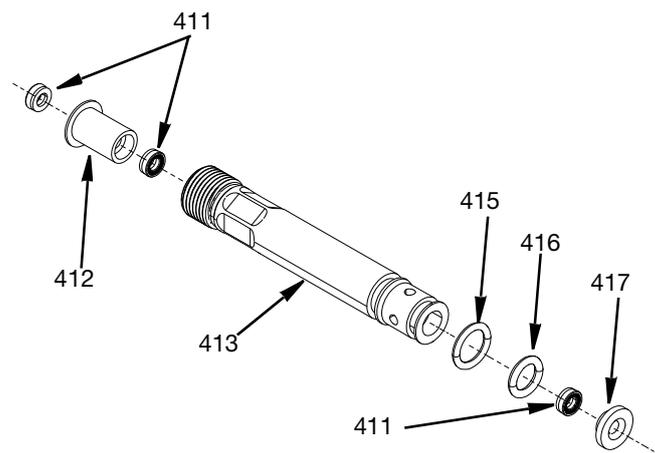

FIG. 30
- Installare gli O-ring (415) e (416) sulla guida della tenuta del cuscinetto corta (413) e sulla guida della tenuta del cuscinetto lunga (414).
- Installare una guarnizione di tenuta dell'ago (411) nell'estremità dell'O-ring delle guide della tenuta del cuscinetto corta e lunga (413 e 414). Il lato aperto della molla delle guarnizioni di tenuta dell'ago deve essere rivolto verso l'esterno.
- Premere il cuscinetto inferiore (417) nell'estremità dell'O-ring delle guide della tenuta del cuscinetto corta e lunga (413 e 414).
- Inserire due guarnizioni di tenuta dell'ago (411) in ciascun cuscinetto superiore (412). Il lato della molla aperta delle guarnizioni di tenuta dell'ago deve essere rivolto verso l'esterno su entrambi i lati del cuscinetto superiore. Inserire questo gruppo nell'estremità filettata delle guide della tenuta del cuscinetto (413 e 414). Vedere FIG. 30.
**NOTA:** FIG. 30 mostra una guida del cuscinetto di tenuta corta (413), tuttavia entrambe le guide lunghe e corte sono assemblate allo stesso modo.